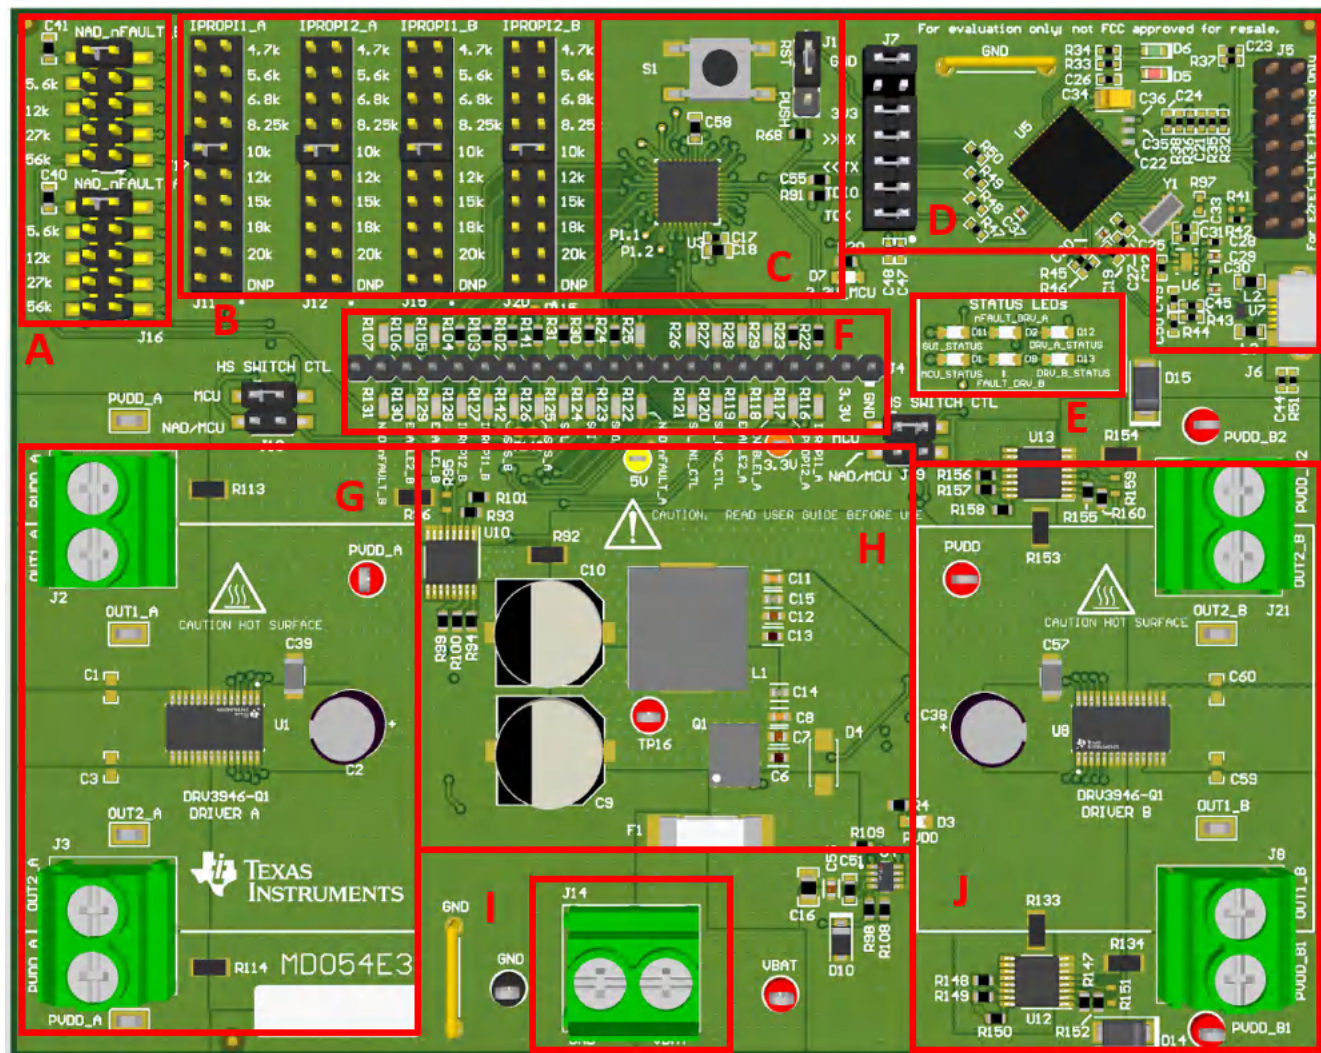

图 2-1. DRV3901-Q1EVM 硬件元件
以下各节详细介绍了 EVM 的主要元件（包括连接器、配置接头和信号测试点）。另外还提供了电压和电流额定值等信息，用以说明硬件的限制，从而防止对电路板及其元件造成潜在损害。图 2-1 显示了 DRV3901-Q1EVM 的主要元件。表 2-1 详细说明了每个标记的元件。后续章节引用了图 2-1 和表 2-1。
- 将 micro-USB 电缆连接至 J6 (图 2-1)。为确保 GUI 应用程序正常运行，在向 EVM 施加 VSUP 电源之前，请务必将 EVM USB 电缆连接到计算机。对于独立 EVM 测试，则不需要 USB 连接。
- 在禁用 VSUP 外部电源输出的情况下，将 +BAT 电源连接至 EVM (J14) 上的螺纹接线端子，并观察极性 (图 2-1)。